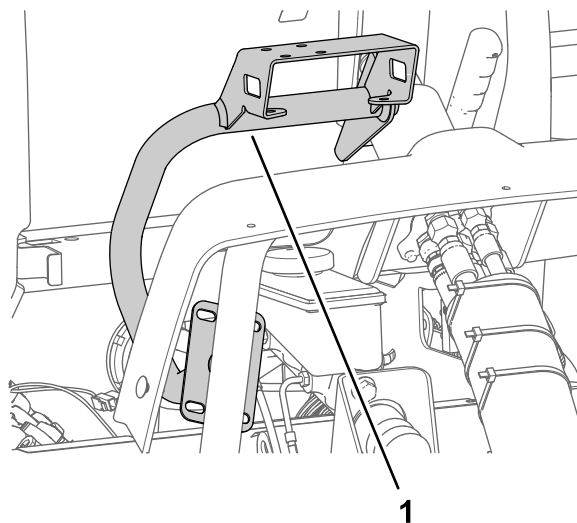

Figura 169
1. Alinee el soporte del monitor con la máquina como se muestra en la Figura 169.